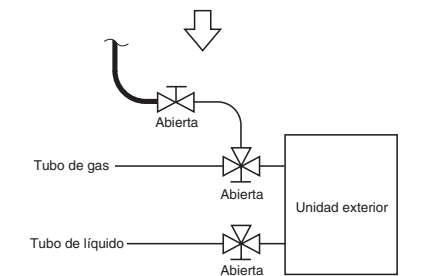

Fig. 8-6
- Si la cantidad de carga de refrigerante adicional no puede cargarse de una vez, cargue el refrigerante restante en forma de líquido utilizando la válvula de servicio del tubo de gas con el sistema en el modo de refrigeración en el momento del funcionamiento de prueba. (Fig. 8-6)